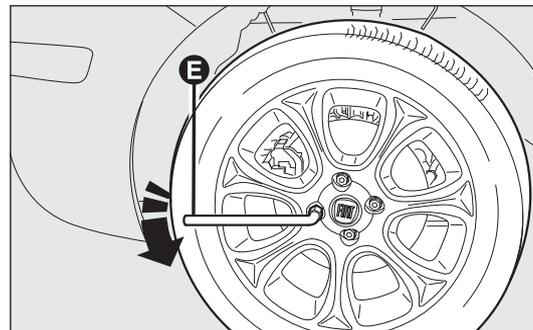

fig. 152
- desserrer d'environ un tour les boulons de fixation de la roue à remplacer en se servant de la clé fournie E-fig. 152 ; pour les voitures dotées de jantes en alliage, secouer la voiture pour faciliter le détachement de la jante du moyeu de roue ;